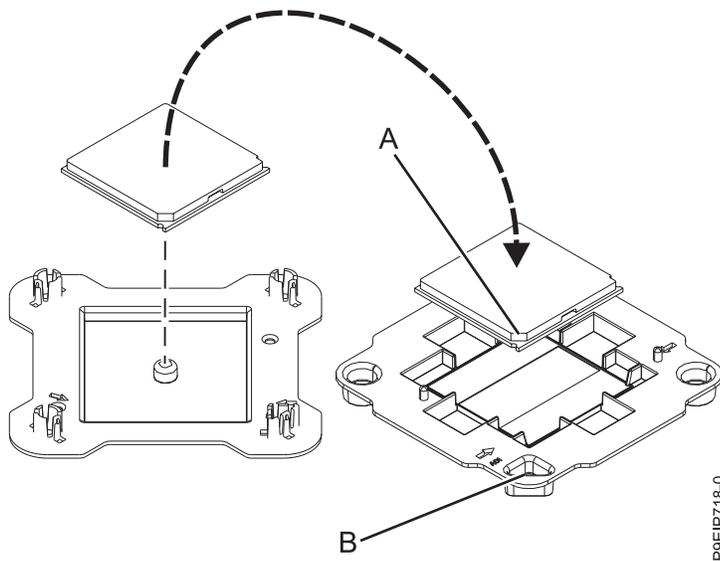

Figura 97. Colocación del módulo del procesador del sistema en la bandeja de envío
12. Sujete por los bordes con cuidado el módulo del procesador del sistema que ha sustituido y levántelo de la cubierta de suministro. Alinee la esquina biselada del módulo (A) con la esquina de la bandeja con el triángulo (B) y colóquela en la bandeja, como se muestra en la Figura 97.